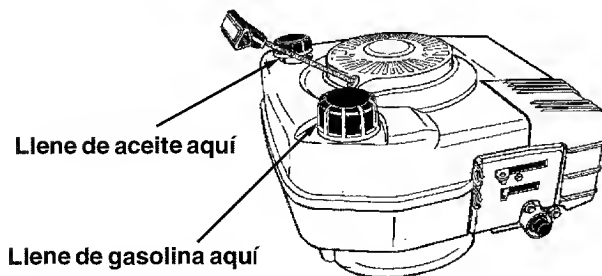

Figura 7
(Refiérase a la Figura 7)
- Llene el reservorio de aceite e inspeccione el nivel de aceite. Vea la Figura 7
- Limpie el área alrededor de la tapa de combustible. Extraiga la tapa del combustible. Vea la Figura 7.